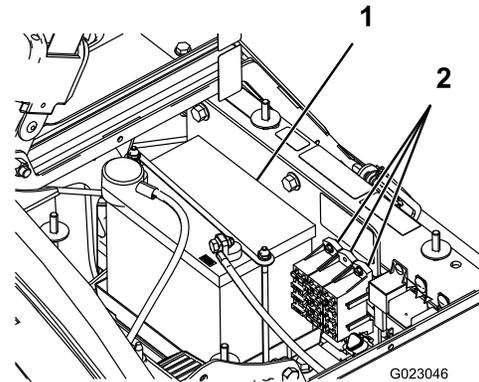

Figura 46
Existem 2 blocos de fusíveis e 1 ranhura vazia no sistema elétrico. Encontram-se debaixo do banco (Figura 46).
2. A bateria encontra-se no lado direito da máquina por detrás da bomba (Figura 46).
5. Retire as fixações e os fechos da bateria (Figura 46).
2. Coloque a fixação da bateria, assim como os fechos que retirou anteriormente (Figura 46).
4. Coloque a cobertura da bateria e aperte-a com os 2 manípulos (Figura 46).
1. Desaperte os manípulos na parte lateral da caixa da bateria e retire a cobertura da bateria (Figura 46).